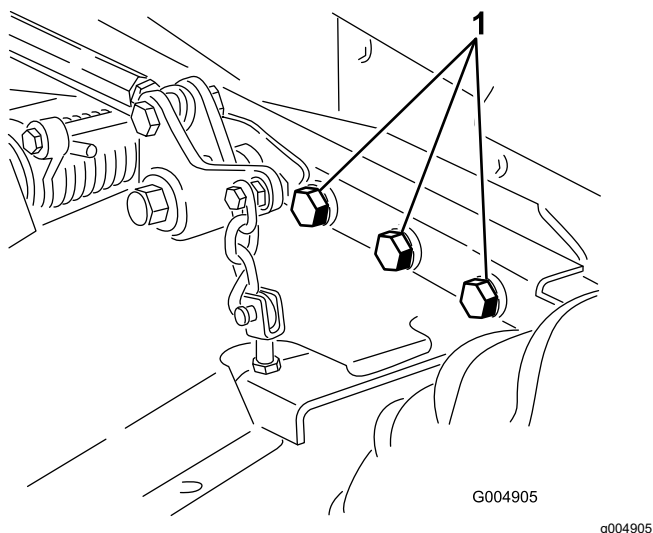

Figura 97
5. Compruebe que todos los herrajes están bien apretados; apriételos si es necesario. Apriete los 6 pernos que sujetan el bastidor de la plataforma de corte a la unidad de tracción (Figura 97) a 359 N·m (265 pies-libra).